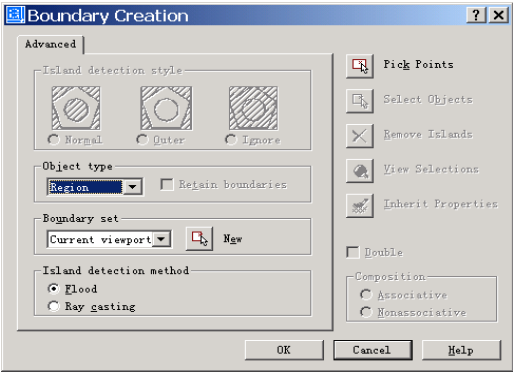

图 23.19 Boundary Creation (创建边界) 对话框
(6) 用 BOUNDARY 命令形成分界线，输入该命令将弹出如图 23.19 所示的 BoundaryCreation (创建边界) 对话框，单击 Pick Points 按钮，然后在图中的桌腿截面中间点取一点。